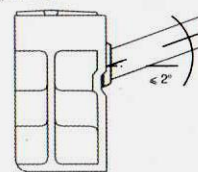

рис.1
- 5** Подключение радиатора к системе отопления. Радиатор подключается к трубопроводам с помощью специальных гаек-переходников. **ВО ИЗБЕЖАНИЕ АВАРИИ ДОПУСТИМО ОТКЛОНЕНИЕ ОСИ КОЛЛЕКТОРА РАДИАТОРА ОТ ПОДВОДЯЩИХ ТРУБ НЕ БОЛЕЕ 2° (РИС. 1)!**